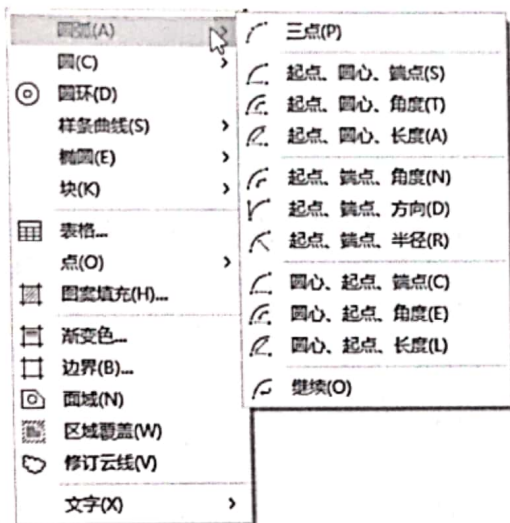

图 4-85 圆弧的菜单栏命令
- 从菜单栏执行“绘图>圆弧”命令，在展开的三级菜单中可选择需要的绘制方式，如图 4-85 所示。